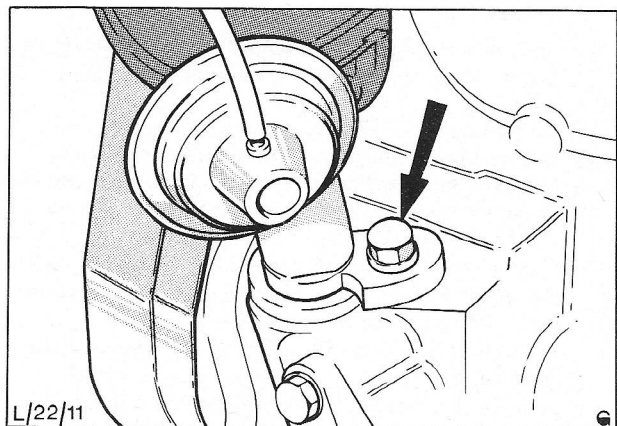

Fig. 44 Stroomverdelerklembout
6. Let erop dat het BDP-merkteken van de krukspoelie nog steeds in lijn staat met het vaste merkteken en draai de rotor zodat deze naar het merkteken op het stroomverdelerhuis wijst. Schuif de stroomverdeler in de motor en zet de klembout vast, zie Fig. 44.